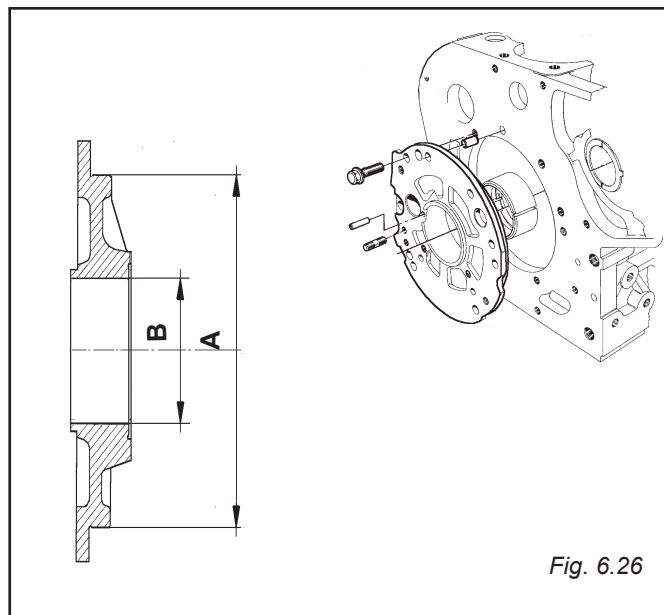

Fig. 6.26
6.17 FRONT MAIN BEARING (Fig. 6.26)